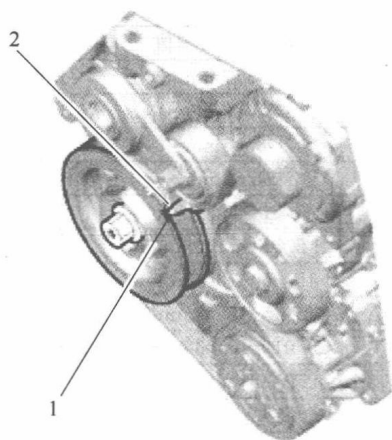

图 1-1-17
- (1) 拆卸右前轮。
- (2) 拆卸前挡泥板和发动机底盖。
- (3) 拆卸附件传动带。
- (4) 拆卸附件传动带自动张紧器。
- (5) 按如下方法检查凸轮轴正时。
① 转动曲轴，将 1 号气缸活塞与上止点（TDC）对齐；曲轴带轮上的白色标记 1 与指针 2 对齐，如图 1-1-17 所示。
② 凸轮轴链轮上的“UP”标记 1 应在